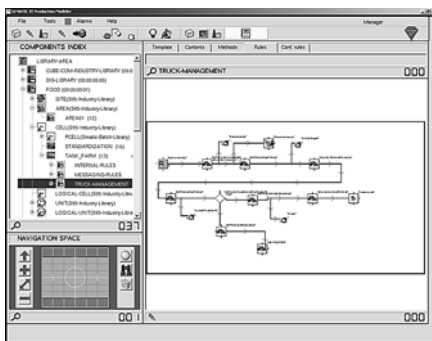

Рис. 2
Для моделирования в SIMATIC IT *Production Suite* используется *Production Modeler (PM)*, работа которого представлена на рис. 2.
3. Для созданных типов объектов реализуются производственные правила, также дополняющие правила "предка". Примерами правил могут быть алгоритм выбора оборудования для выполнения некоторой операции, описание некоторого частного процесса или даже описание всего процесса производства. При создании правил указывается последовательность вызовов методов и ожидания событий. На рис. 2 приведен пример создания правила для оборудования.